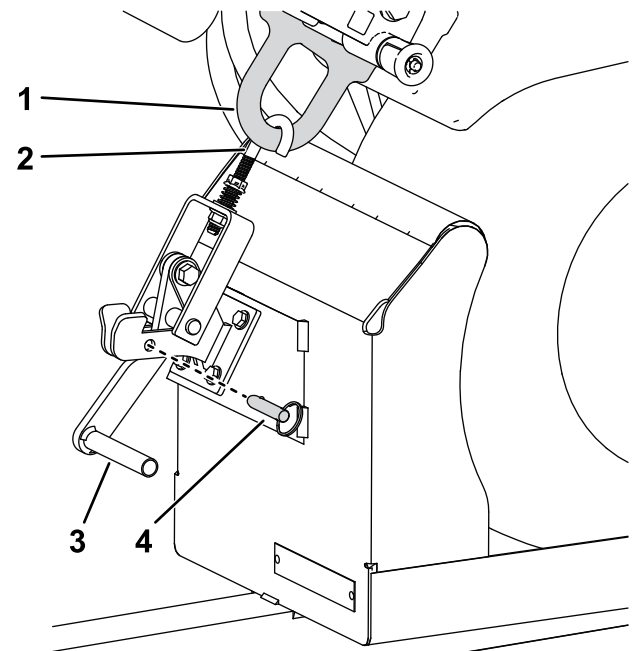

Bild 6
7. Drücken Sie den Verriegelungshebel nach unten und sichern Sie ihn mit dem Schnellverschlussstift (Bild 6).